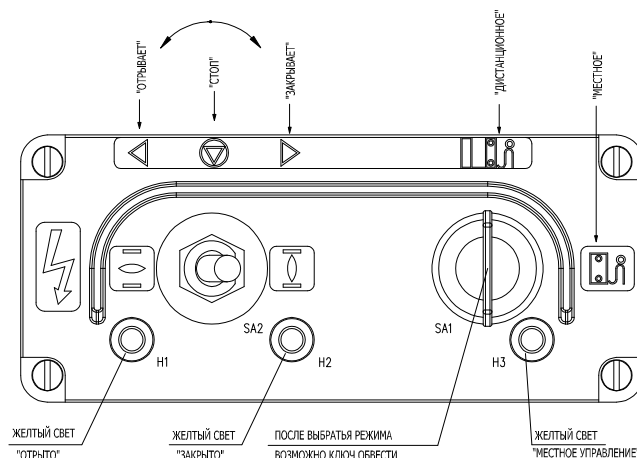

Рис.11
- дополнительные принадлежности - Местное управление (рис.11)